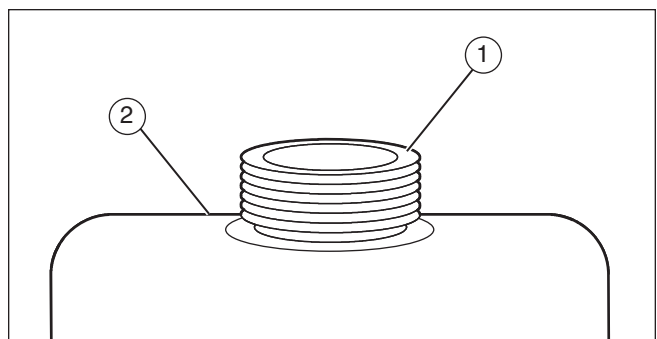

Figure 6
Remplir le réservoir d'essence (1) à FULL (2) avec de l'essence ordinaire sans plomb (Figure 6). Ne pas utiliser de super sans plomb. Ne pas utiliser d'essence "d'âge" ou sale. L'essence avec plomb accroît la formation de dépôt et réduit la durée d'utilisation des valves.